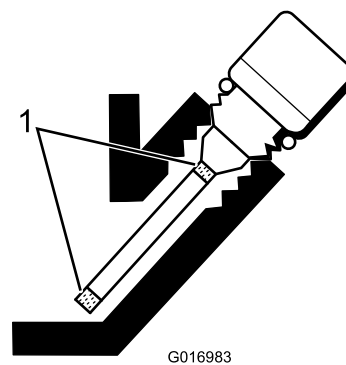

Figura 24
5. Se il livello è basso, rabboccate soltanto fino a raggiungere la posizione intermedia tra le tacche sull'asta di livello (Figura 24).